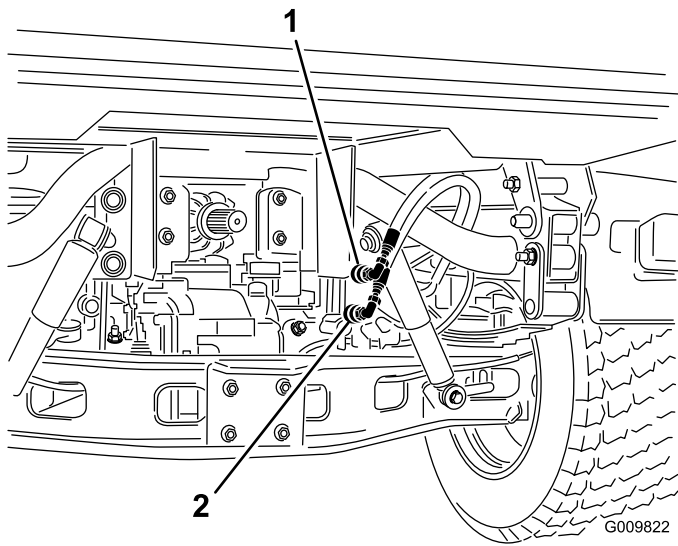

Bild 75
2. Schließen Sie an beiden Maschinen die zwei Schnellkupplungsschläuche von den Schläuchen ab, die an der Schnellkupplungshalterung befestigt sind (Bild 75).